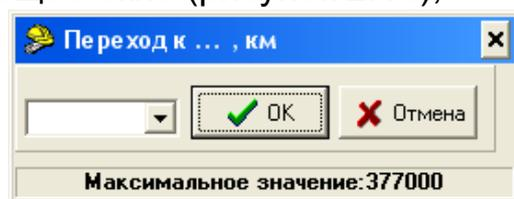

Рисунок 2.19
- нажатием клавиши «Переход к ..., км» на панели быстрых кнопок откройте соответствующее окно (рисунок 2.19);